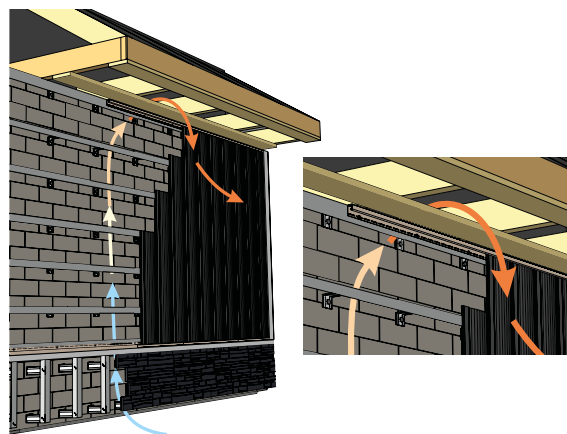

Рисунок 15
- 9.6** Софитная группа не должна перекрывать вентиляционный канал, не мешать движению воздуха под сайдингом (рис. 15). Для организации выхода из вентканала используйте вентилируемую подшивку свеса. Например полностью перфорированный софит или софит Estetic.